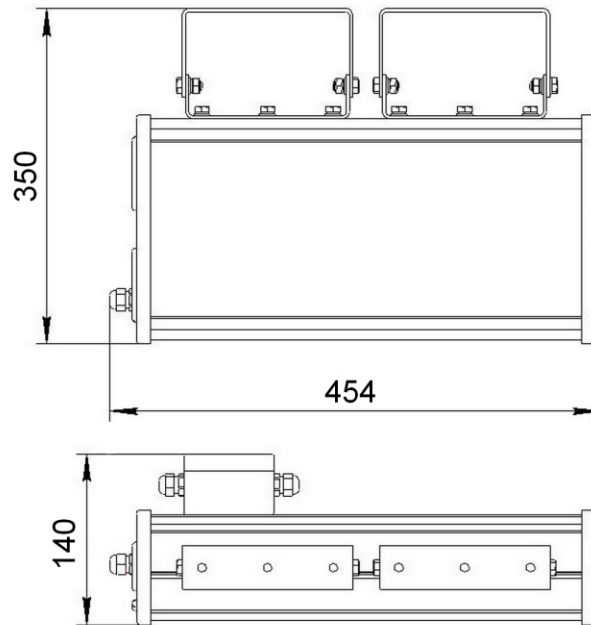

Рисунок 1
1.4.1. Светильник состоит (см. Рисунок 1) из корпуса, изготовленного из алюминиевого анодированного сплава, который является несущим элементом светильника, прозрачного неокрашенного защитного стекла из ударопрочного оптического поликарбоната, двух торцевых крышек, коробки клеммной, двух кронштейнов для крепления, модулей светодиодных, источника питания и контактного устройства установленных внутри корпуса.